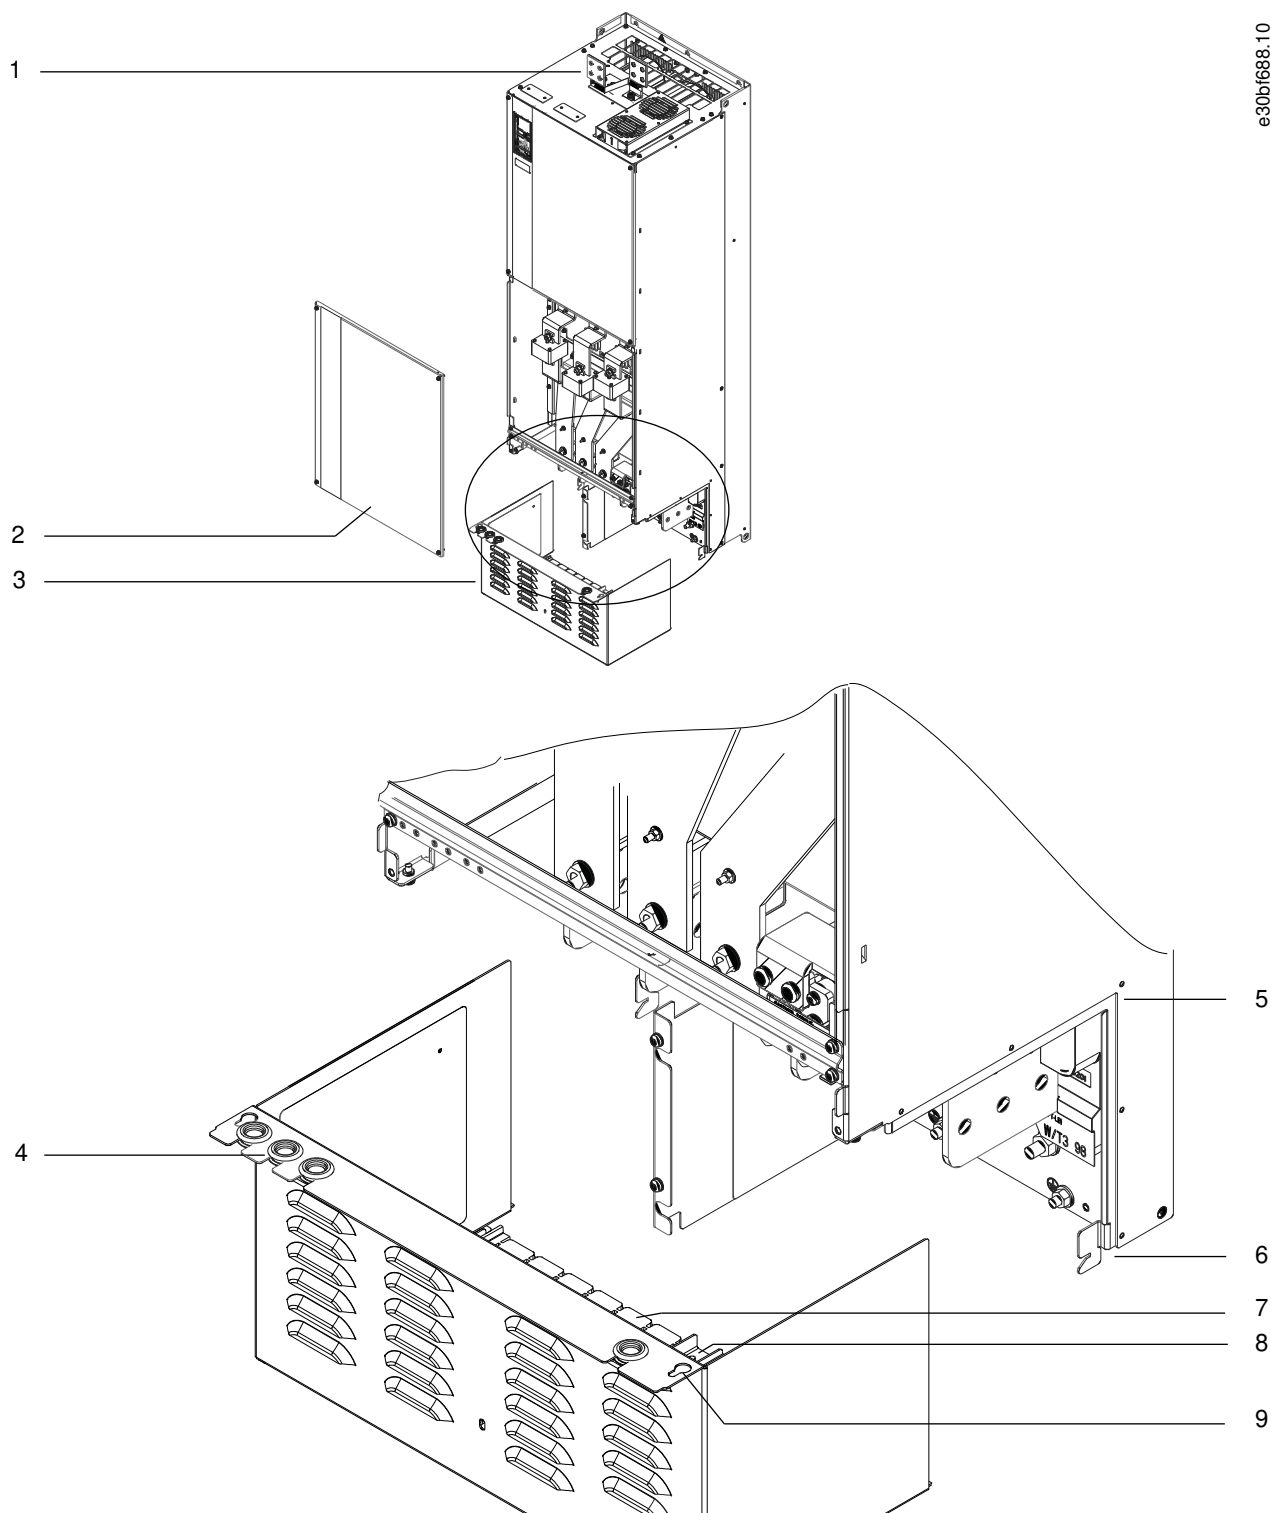

Ilustración 14: Montaje de la placa de entrada de cables y la tapa de terminales
1. Retire el panel inferior y la tapa de terminales. Consulte el apartado Ilustración 14.
4. Deslice la placa de entrada de cables de plástico (7) por los rieles inferiores de la tapa de terminales.
5. Incline hacia abajo la parte frontal de la tapa de terminales hasta que los puntos de sujeción (8) descansen sobre los soportes ranurados del convertidor (6).
6. Asegúrese de que los paneles laterales de la tapa de terminales encajen en los carriles guía exteriores (5).
8. Incline hacia arriba la parte frontal de la tapa de terminales hasta que el orificio de sujeción de la parte inferior del convertidor esté alineado con el ojo de la cerradura (9) de la placa de terminales. Fije la placa con dos tornillos T25 a un par de apriete de 2,3 Nm (20 in-lb).